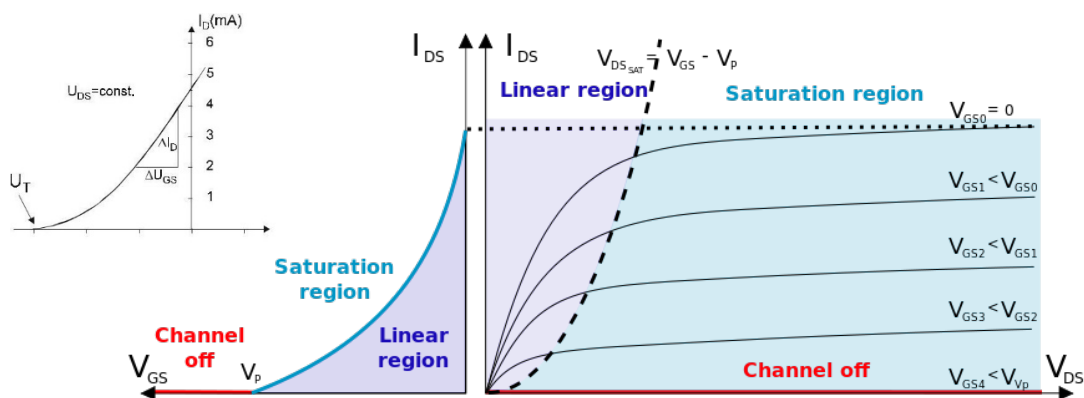

Fig. 2 Caracteristicile de transfer (în stânga) și de ieșire (în dreapta) pentru TECJ cu canal n. Înserat – arată modul determinării transconductanței.
Cu creșterea tensiunii pozitive pe drenă, după atingerea unei anumite valori V_{DS} curentul se saturează, caracteristicile fiind drepte, paralele cu abscisa (vezi fig. 2). În montaje de amplificare, TECJ lucrează în regiunea de saturație unde curentul I_D este efectiv comandat de tensiunea V_{GS} .
a) **Transconductanța** (conductanța mutuală, **panta de semnal mic**), g_m , este un parametru ce descrie acțiunea tranzistorului la variații mici în jurul unui punct de funcționare (vezi graficul înserat în fig. 2) și se definește ca: